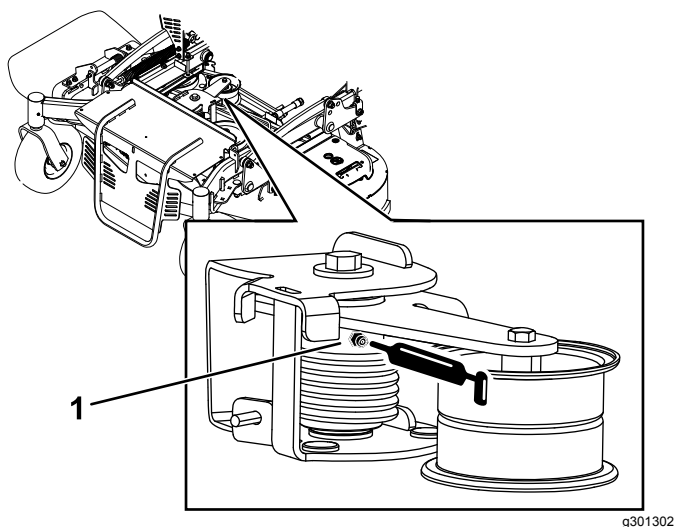

Figura 34
2. Engrase el brazo tensor de la carcasa de corte, usando grasa para altas temperaturas, en el engrasador indicado en Figura 34.